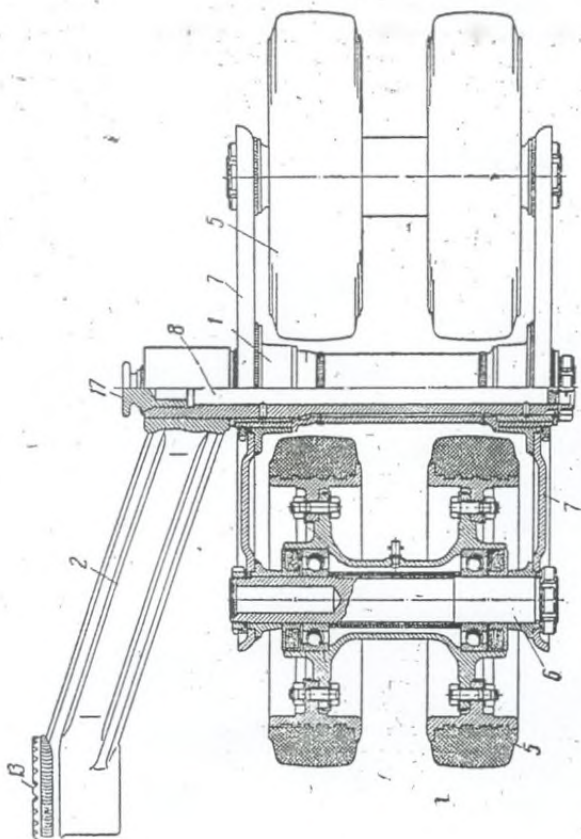
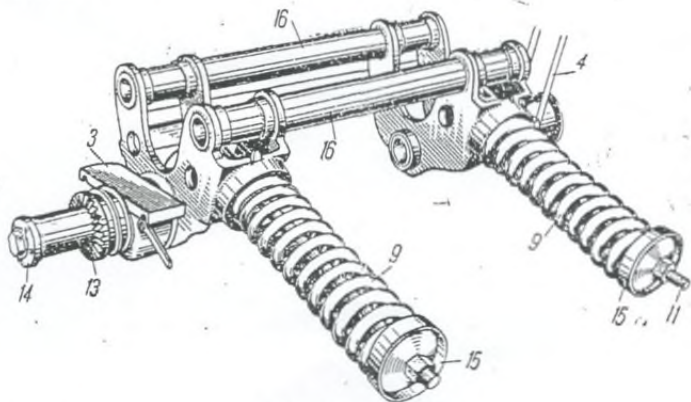

Рис. 10. Тележка:
Рис. 11. Тележка:
Две каретки 1 (рис. 10) катков с балансирами 2, расположенными по обеим сторонам автомобиля, и мостиком 16 (рис. 11), проходящим поперек рамы автомобиля, составляют тележку.
Мостик на двух кронштейнах 3 (рис. 11 и 12) крепится к раме автомобиля при помощи восьми стремянок 4 по четыре с каждой стороны автомобиля.
Каретка состоит из двух пар катков 5 (рис. 10) с грузоподъемными и ступиц, насаженных на ось 6 и связанных между собой наружной и внутренней щеками 7 (траверсами). Каретка сажается на ось 8.
Амортизация и передача части веса автомобиля на каретку осуществляются через спиральные пружины 9 (рис. 11 и 12). Пружины связаны с осью 10 балансира при помощи тяг 11 и рычага 12.
Балансир 2 (рис. 10) каждой каретки соединяется с осью при помощи зубчатых венцов 13 и крепится гайкой 14 (рис. 11). Сила давления спиральной пружины регулируется перемещением чашки 15.
Трос лебедки имеет на конце петлю, которая надевается на заглушку 17 (рис. 10) оси каретки.
Освободив цепь, медленно опустить каретку, вращая заводную рукоятку. Затем снять петлю троса с заглушки 17 (рис. 10), подтянуть трос вверх до упора петли в платформу и защелкнуть собачку за зуб храповика; вынуть заводную рукоятку и закрепить цепь в кронштейне.
- б) отпустить гайки 14 (рис. 11) балансиров;
- д) закрепить гайки 14 балансиров и запереть их замочными шайбами (рис. 11);